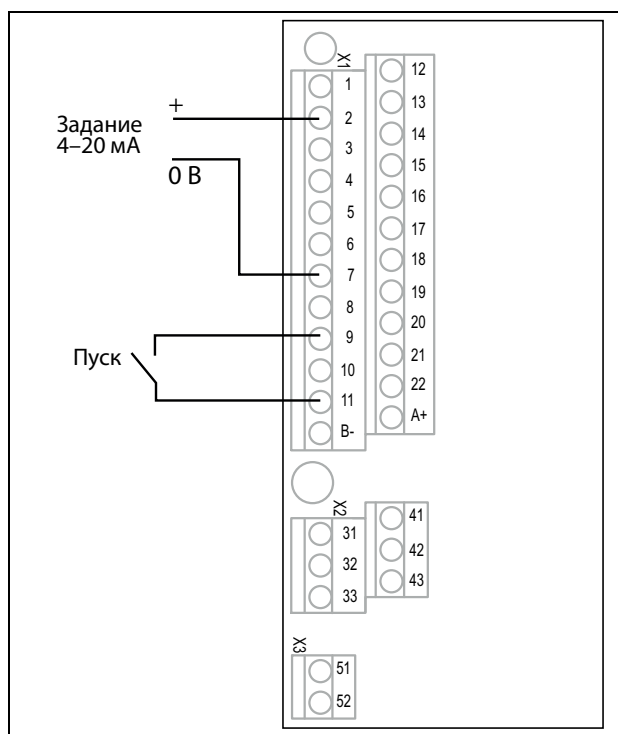

Рис. 68 Подключение
2. Подключите задание к клеммам 7 (Сигнальная земля) и 2 (АнВх 1) согласно Рис. 68 и заданию.
3. Подсоедините внешнюю кнопку запуска между клеммой 11 (+24 VDC) и 9 (ЦфВх2, Пуск вправо) согласно Рис. 68.
14. Подключите цифровые и аналоговые входы/выходы в соответствии с Рис. 68.